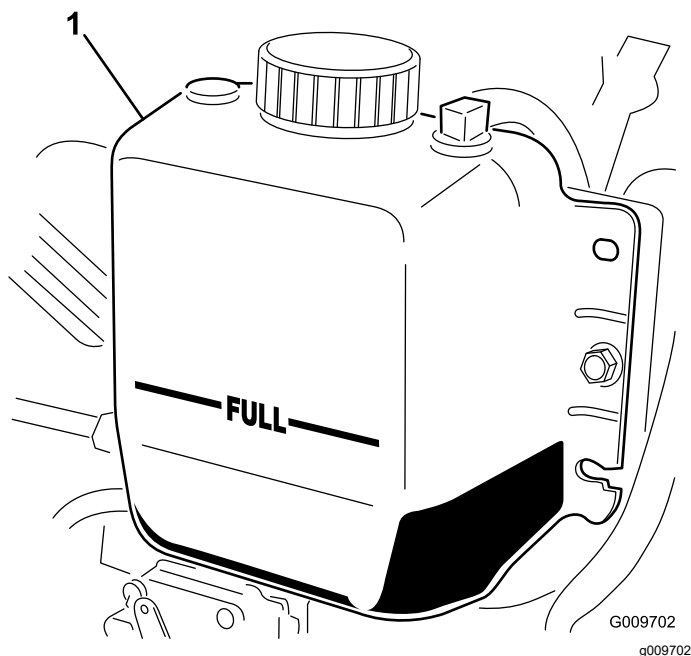

Figura 111
3. Compruebe el nivel de refrigerante del radiador. El radiador debe llenarse hasta la parte superior del cuello de llenado, y el depósito de expansión debe llenarse hasta la marca LLENO (Figura 111).